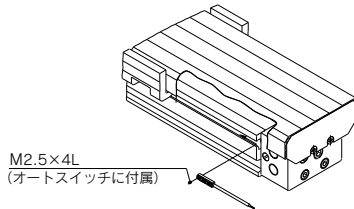

図2 オートスイッチ装着図
- 1) オートスイッチをシリンダ側面より挿入し付属のねじにて固定してください。(図2参照)